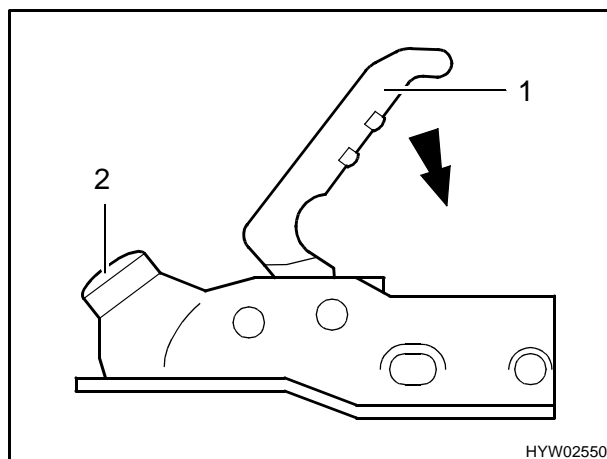

Fig. 1 Gancio di traino AL-KO AK 160
- Applicare il gancio di traino aperto (Fig. 1) sul gancio a sfera della motrice. Il gancio di traino si innesta autonomamente facendo sentire uno scatto.
- Quindi premere verso il basso la maniglia del gancio (Fig. 1,1) con la mano (non con il piede). La chiusura e il bloccaggio sono automatici.
- Eseguire un controllo a vista: il punto verde dell'indicazione di sicurezza (Fig. 1,2) deve essere ben visibile.